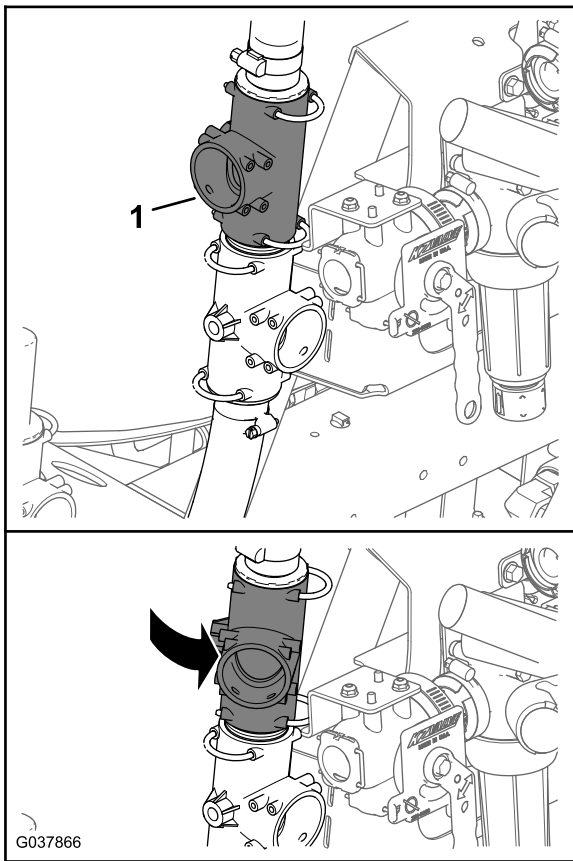

図 68
1. 上側T字フィッティングを右まわりに 35°程度回転させる 図 68。